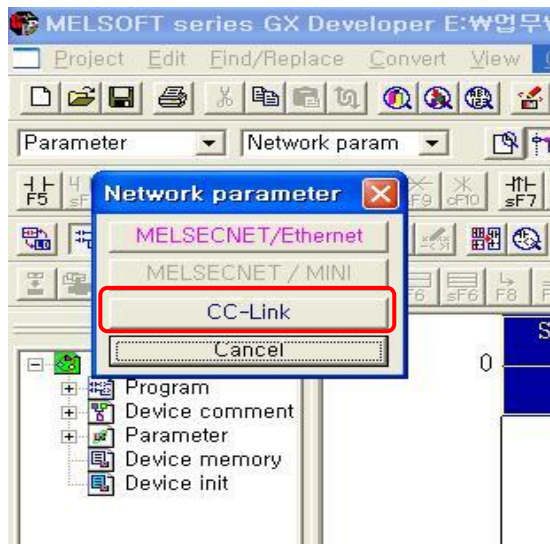
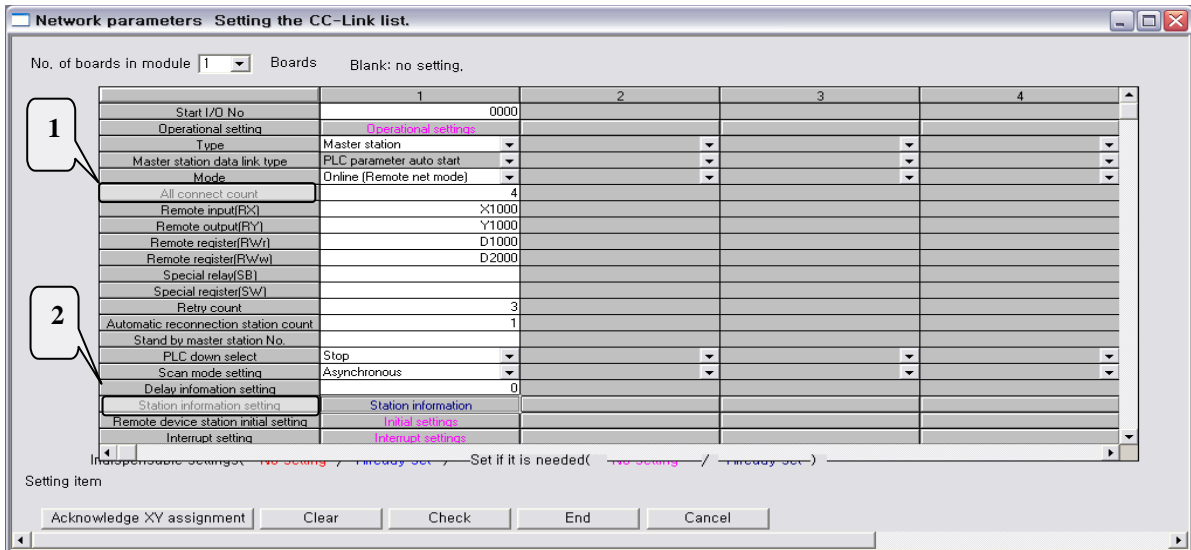

图 5.1 在GX Developer里设定 CC-Link NETWORK 参数的方法
图 5.2 CC-Link masternetwork参数设定
要在GX Developer里设定CC-Link NETWORK参数应如图5.1里的设定一样以Parameter → Network parameter → CC-Link的顺序点击打开图5.2一样的CC-Link NETWORK参数设定窗口。
- 1) All connect count : 一个master station所连接的全部slave station个数, 图 5.2表示使用 4个slave station的设置.